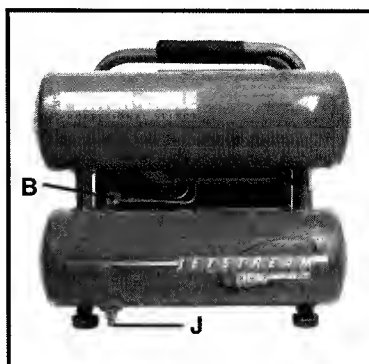

Fig. 2
## Soupape de retenue (B) Fig. 2 :
**Soupape de vidange (J) Fig. 2 :** La soupape de vidange est située à la base du réservoir d'air inférieur et sert à vider la condensation au terme de chaque usage.
- c. Tournez la soupape de vidange (J) Fig. 2, l'ouvrant entièrement, pour empêcher l'accumulation de pression d'air dans le réservoir.
11. Videz l'eau du réservoir d'air. Tournez la soupape de vidange (J) Fig. 2 pour ouvrir.